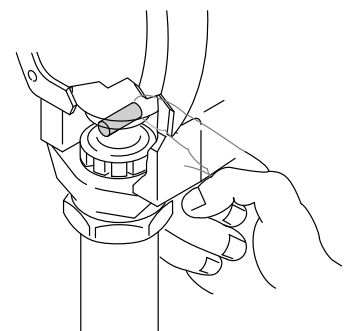

Fig. 14
4. Push out the pin (20). See Fig. 14.